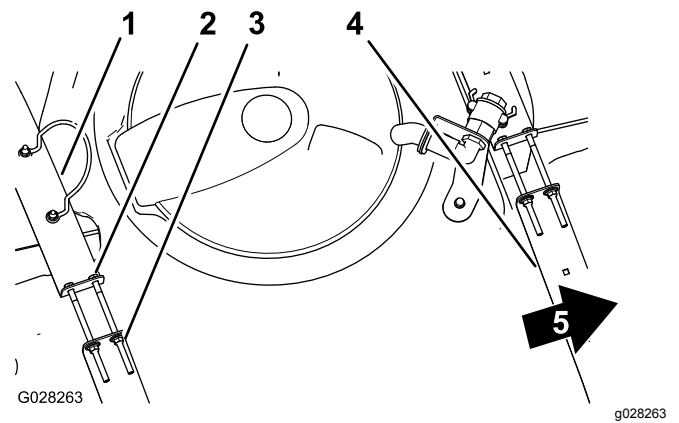

図 43
2. タンクとタンク固定ベルトとの間に、たるみがないか点検する 図 43。
3. ベルトにゆるみがある場合には、ベルトの上部にあるフランジロックナットとボルトを締めてベルトとタンクとが面一になるようにする 図 43。